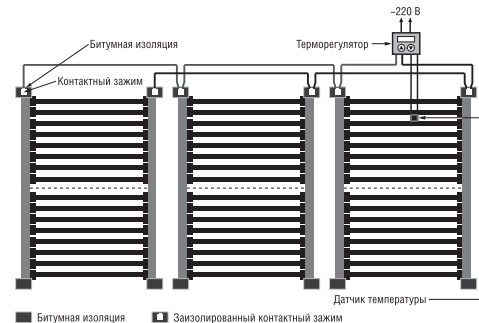

Рис. 10. Общая схема подключения термопленки CALEO LINE/ CALEO ULTRA LINE
- 13.1 Подключение термопленки к сети производится согласно схеме подключения на рис. 10.